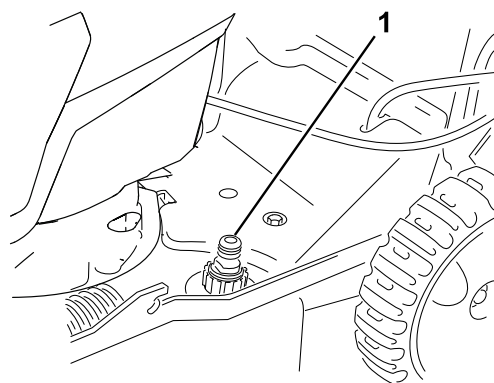

Figura 19
5. Atașați un furtun de grădină care este conectat la o sursă de apă la portul de spălare (Figura 19).